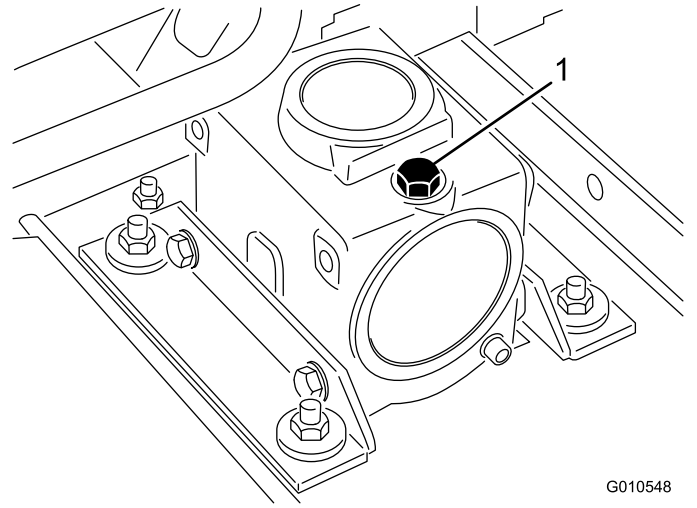

図 20
- マシンとカッティングユニットを平らな場所に駐車させ、カッティングユニットを降下させる。ギアボックスの上部についているディップスティック兼給油プラグ(図 20)を取り、オイルの量が、ディップスティックについている2本のマークの間にあることを確認する。油量が少なければ、SAE 80-90 wt. ギア用潤滑油を2本のマークの中間まで補給する。